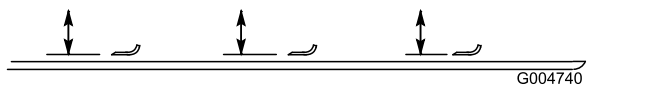

Figura 137
4. Gire la cuchilla hasta que los extremos estén orientados hacia adelante y hacia atrás y mida desde el interior de la carcasa del cortacésped al filo de corte en la parte delantera de la cuchilla (Figura 137).